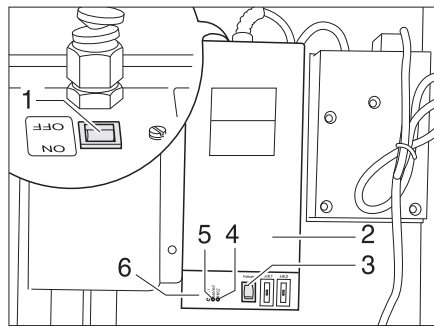

Bild 114 Trafo mit Regelgerät
Der Trafo 230 V AC/12 V DC (Bild 114,2) ist je nach Modell im Kleiderschrank oder in der Truhe der Sitzgruppe eingebaut.
- Kontroll-Leuchte (Bild 114,5) leuchtet grün: Regelung in Betrieb
- Kontroll-Leuchten (Bild 114,4 und 6) leuchten rot: Abwasserleitungen werden erwärmt
In das Gehäuse ist ein Prüftaster (Bild 114,3) integriert, mit dem das Regelgerät kurzzeitig in Betrieb genommen werden kann. Durch Drücken des Prüftasters lässt sich die Funktion der Erwärmung testen, auch wenn die Umgebungstemperatur über 5 °C liegt.
- Schalter (Bild 114,1) am Trafo (Bild 114,2) auf "ON" stellen.
- Schalter (Bild 114,1) am Trafo (Bild 114,2) auf "OFF" stellen.